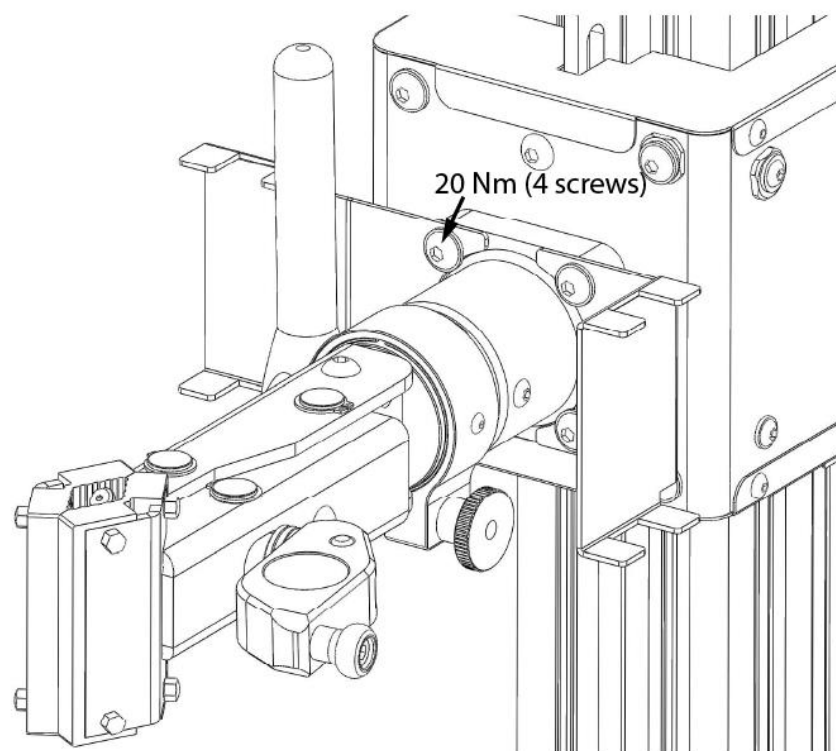

Figure 2 : Position de montage du support à distance
3. Déballez la boîte principale et localisez l'ensemble de la serre (boîte séparée). Il comprend deux supports à distance qui doivent être montés de chaque côté de la pince (voir **figure 2**). Placez les porte-télécommande sur le support de la serre et montez l'ensemble sur le chariot du support à l'aide des quatre vis et rondelles M8 incluses (**sac de quincaillerie 1**) et d'une clé hexagonale de 5 mm. Serrez les vis à 20 Nm.